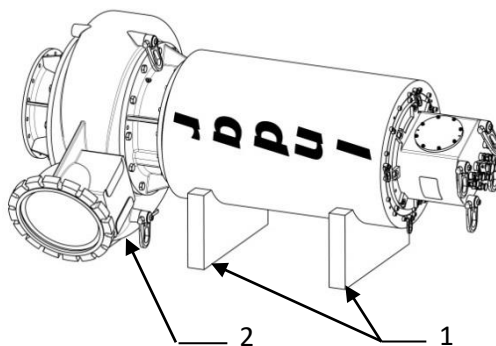

Рисунок 4: Опоры для размещения оборудования в горизонтальном положении.
Для хранения оборудования в горизонтальном положении установите две деревянные подставки с полукруглым вырезом под верхний и нижний концы рубашки охлаждения (1), третью опору установите под корпус насоса (2) (см. рисунок 4).
Чтобы перевернуть оборудование из вертикального положения в горизонтальное, проделайте операции, указанные в данном разделе, в обратном порядке. Для хранения оборудования в горизонтальном положении установите две деревянные подставки с полукруглым вырезом под верхний и нижний край рубашки охлаждения (1), третью опору установите под корпус насоса (2). Убедитесь, что внешняя часть выходного фланца устойчиво стоит на полу (см.рисунок 4).
При хранении оборудования в горизонтальном положении без оригинальной упаковки установите две деревянные подставки с полукруглым вырезом под верхний и нижний край рубашки охлаждения, третью опору установите под корпус насоса (см. рисунок 4). Убедитесь, что внешняя часть выходного фланца устойчиво стоит на полу. Оборудование должно быть зафиксировано крепежными средствами во избежание его падения.